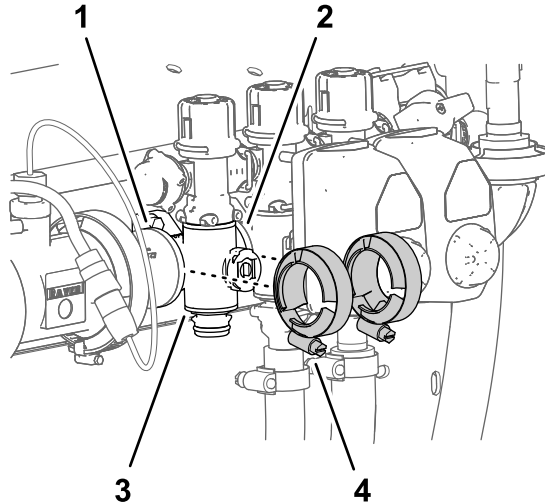

Bild 115
4. Befestigen Sie die Flanschklemmen, die Sie in Entfernen des Abschnittverteilerventils \(Seite 82\) entfernt haben, lose an den Flanschen des Abschnittventilverteilers und an den Flanschen der anderen Abschnittventile und/oder am Kupplungsadapter (Bild 115).
7. Ziehen Sie die zwei Flanschklemmen mit der Hand an (Bild 115).